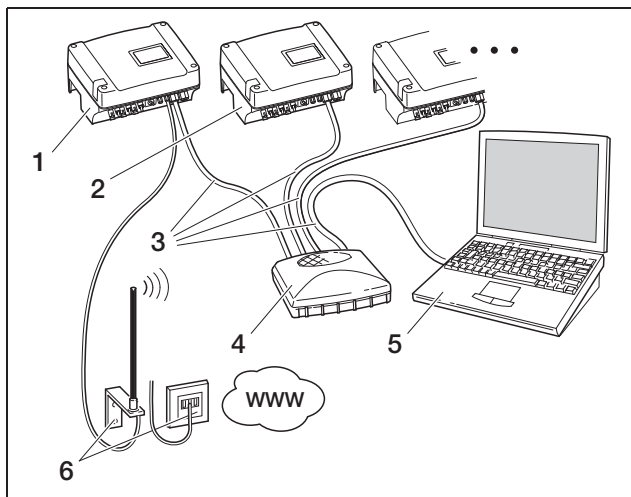

Abbildung 72: Kommunikationsboard I:
- Sie betreiben ein lokales Netzwerk (Ethernet) mit festen IP-Adressen und wollen den Wechselrichter in das Netzwerk integrieren (Abbildung 72 bzw. 73).